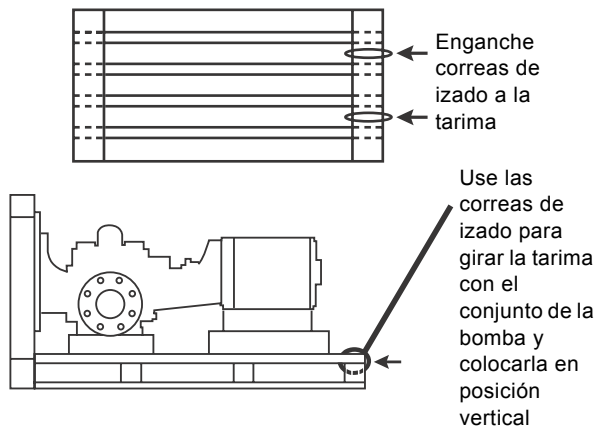

Fig. 3 Bombas KPV y KPVS, puntos de izado correctos en la tarima
1. Enganche una correa de izado a cada una de las tablas de soporte de 4 x 4 in de la tarima. Fije bien las correas a las esquinas de la tarima, cerca del extremo superior del motor de la bomba. Consulte la fig. 3.